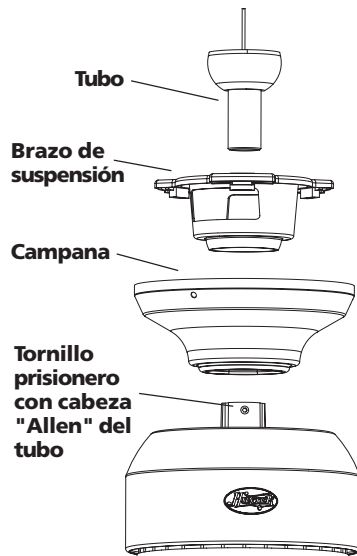

Figura 3 - Forma de insertar el tubo a través del brazo de suspensión y de la campana
2. Enrosque el tubo en el conjunto del ventilador hasta que quede apretado. ¡IMPORTANTE! Apriete el tornillo prisionero con cabeza "Allen" del tubo, como se muestra en la Figura 3, usando la llave "Allen" suministrada.